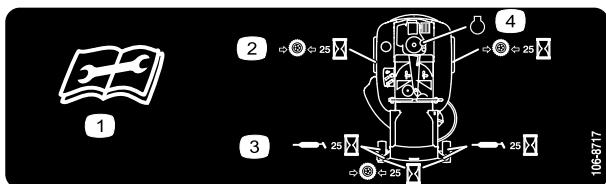

Bild 27
3. Reinigen Sie die Schmiernippel (Bild 26 und Bild 27) mit einem Lappen. Kratzen Sie bei Bedarf Farbe vorne von den Nippeln ab.
4. Setzen Sie die Fettpresse nacheinander an allen Nippeln an (Bild 26 und Bild 27). Fetteten Sie die Nippel, bis das Fett beginnt, aus den Lagern auszutreten.